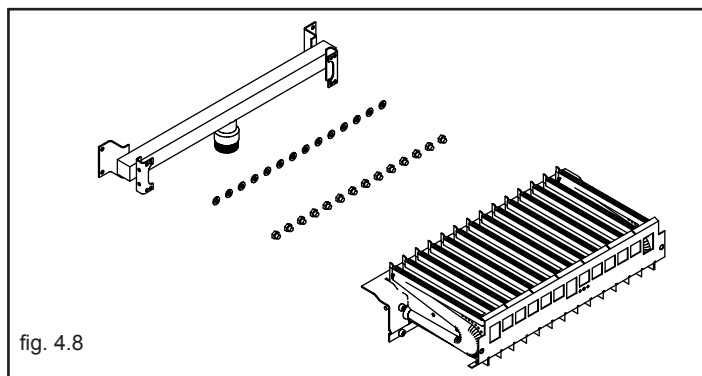

fig. 4.8
- utilizzando una chiave a tubo o a forchetta, rimuovere gli ugelli e le ranelle e sostituirli con quelli presenti nel kit (fig. 4.8)